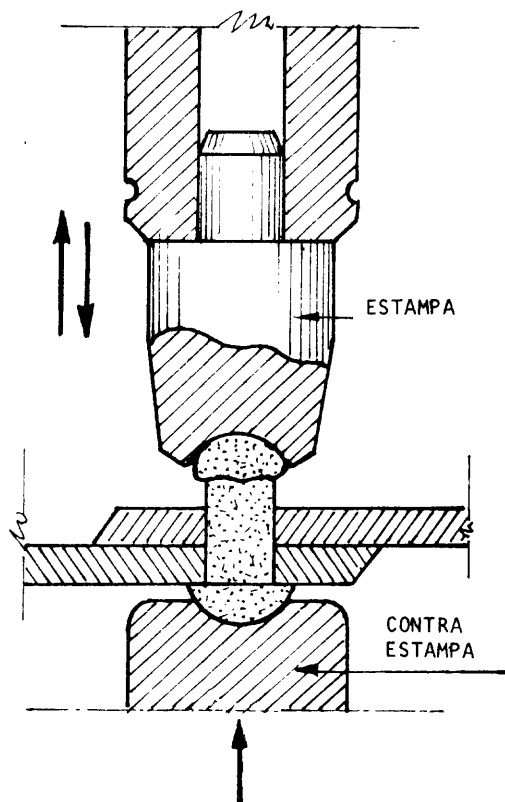

Fig. 2
- ___ c Coloque el martillo remachador en el sentido del eje del remache y en oposición a la contra-estampa (fig. 2).